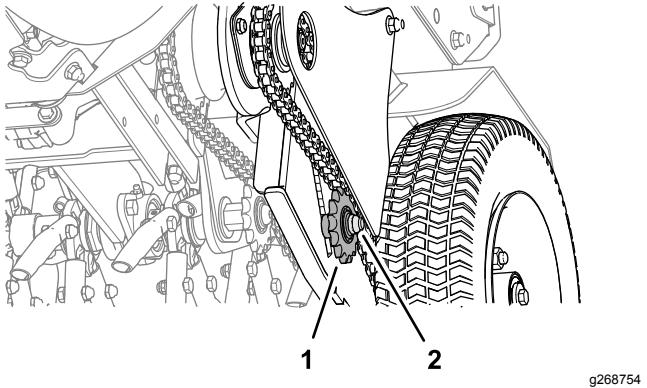

Figure 44
- Pour régler la tension des chaînes, desserrez le boulon et le contre-écrou du tendeur, et poussez le pignon vers le haut pour tendre la chaîne (Figure 44).